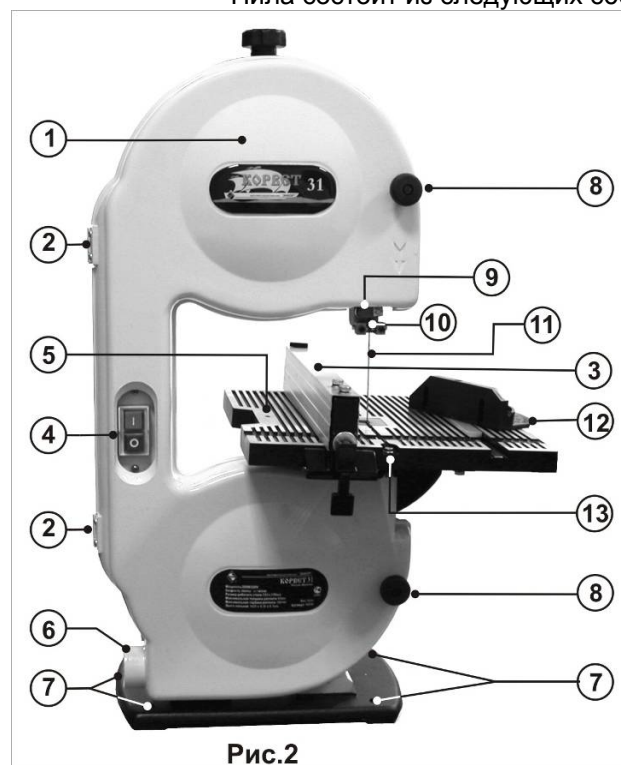
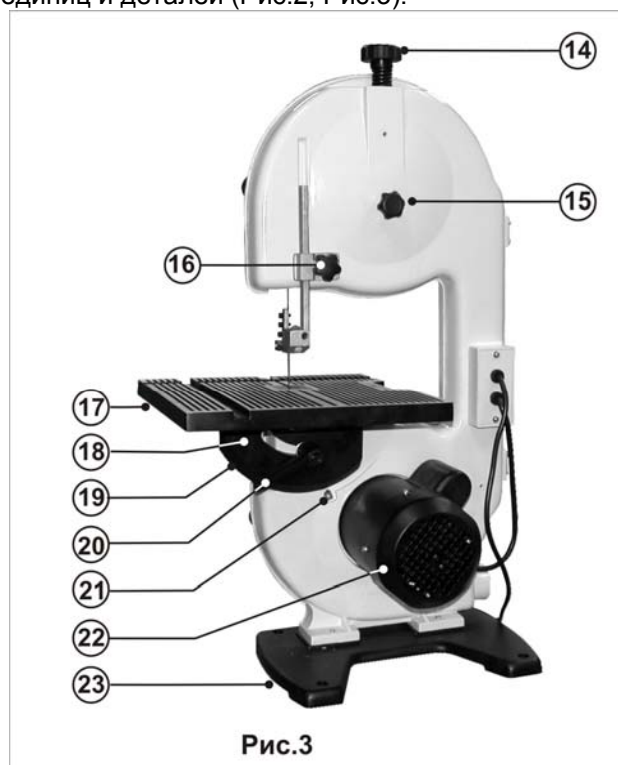
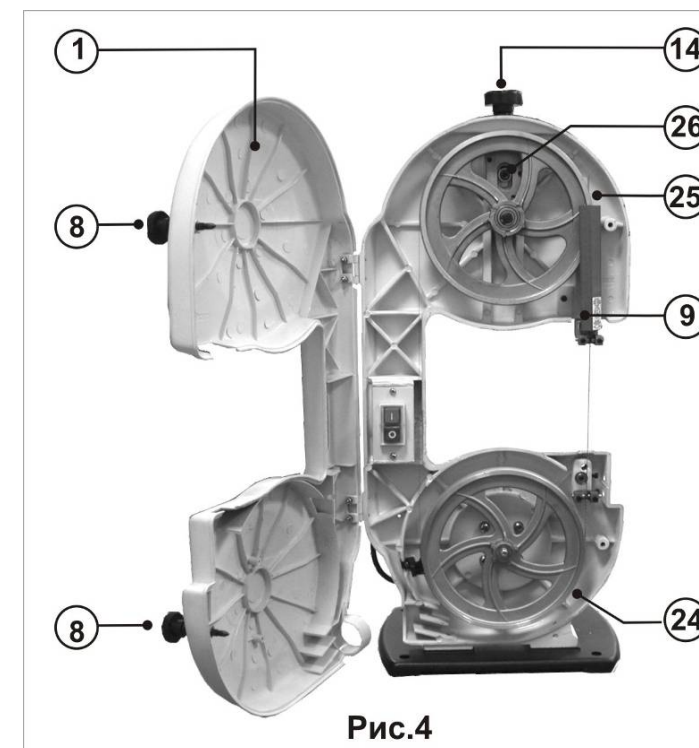

Рис.2
Рис.3
Рис.4
Пила состоит из следующих сборочных единиц и деталей (Рис.2, Рис.3):
12.2.7. При определенной тенденции «ухода» пильной ленты (11) в сторону, необходимо обратить внимание на ее заточку и развод. Целесообразно проконтролировать позиции подшипника (27) и ограничителей (28), стабилизирующих траекторию движения пильной ленты (11) в рабочей зоне, проконтролировать устойчивость посадки ленты (11) на ведущем и направляющем колесах (24, 25) (Рис.4, Рис.5).
12.3. Пиление алюминия (Рис. 2 - 4)
13.1. Смена пильной ленты (Рис. 2)
13.2. Контроль подшипников (Рис. 2)
13.3. Уход за поверхностью колес (Рис. 2- 4)
8.1. Основание, несущий корпус и защитные ограждения (Рис. 2, 3)
8.2. Установка пильной ленты (Рис. 2, Рис. 3, Рис. 4)
8.3. Привод ленты (Рис. 2, Рис. 3, Рис. 4)
11.1. Пуск и остановка пилы (Рис.2, Рис.3, Рис.4)